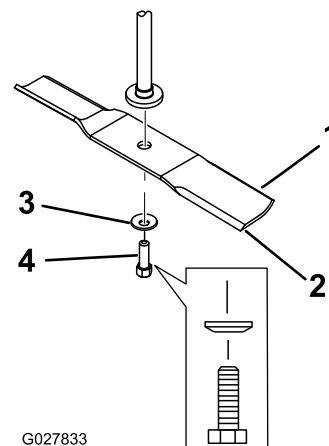

Bild 65
2. Entfernen Sie die Messerschraube, Wellenscheibe und das Messer von der Spindelwelle (Bild 65).
1. Setzen Sie das Messer auf die Spindelwelle (Bild 65).
2. Setzen Sie die Wellenscheibe (Kappenseite zum Messer) und die Messerschraube ein (Bild 65).